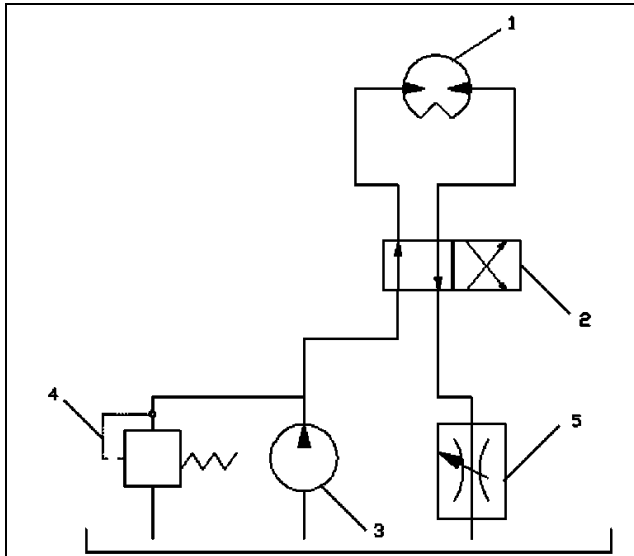

Рисунок 11
11. Выходной вал пластинчатого поворотного гидродвигателя 1 (рис. 11) однократного действия при рабочем давлении  $p = 10$  МПа развивает полезный крутящий момент  $M = 500$  Нм. Пренебрегая потерей энергии в напорной гидролинии, определить при закрытом состоянии гидроклапана 4, на какую подачу необходимо рассчитать насос 3, чтобы выходной вал поворотного гидродвигателя 1 смог развить угловую скорость вращения  $\omega_{угл} = 3,76$  рад/с. Общий КПД поворотного гидродвигателя  $\eta_{общ} = 0,94$ .